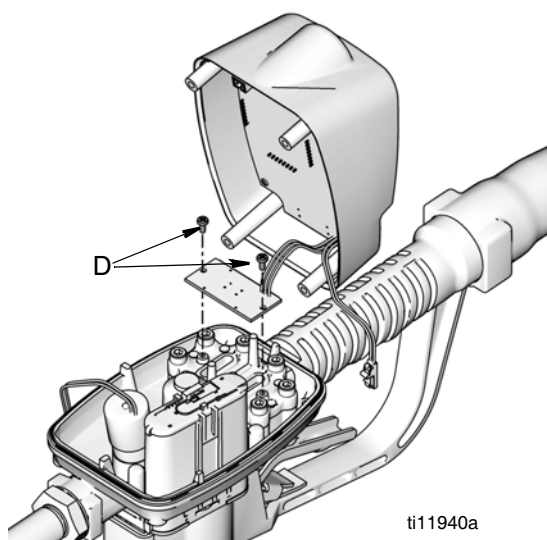

ABB. 34
6. Entfernen Sie die beiden Schrauben (D), mit denen die Reedschalterplatine an der Abdeckung (ABB. 34) befestigt ist. Bewahren Sie die Schrauben für den Wiederaufbau auf. Entfernen Sie die Abdeckung.